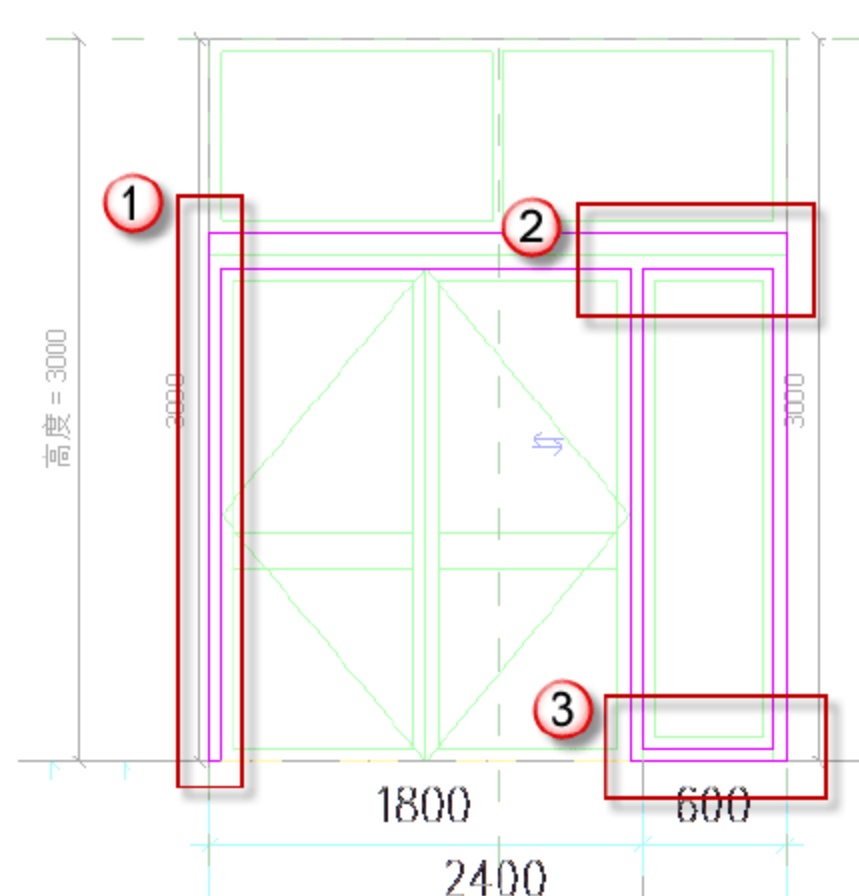

图 6.3.10 绘制门框
(9) 绘制 MC2430 门框。选择“创建”→“拉伸”命令，进入“修改 | 编辑拉伸”界面，用菜单中的绘制工具门框，如图 6.3.10 所示。绘制完成后，单击√按钮完成绘制。